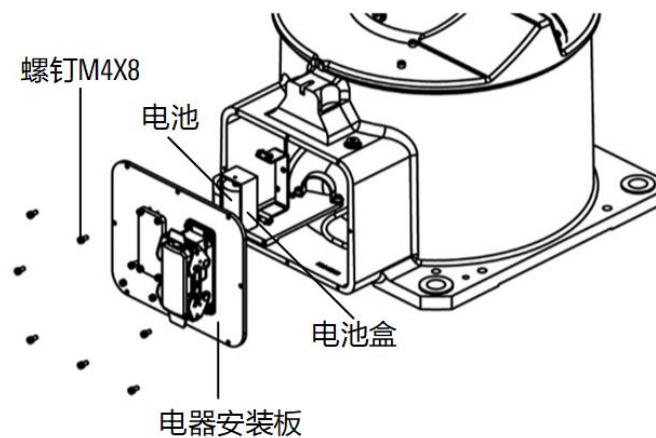
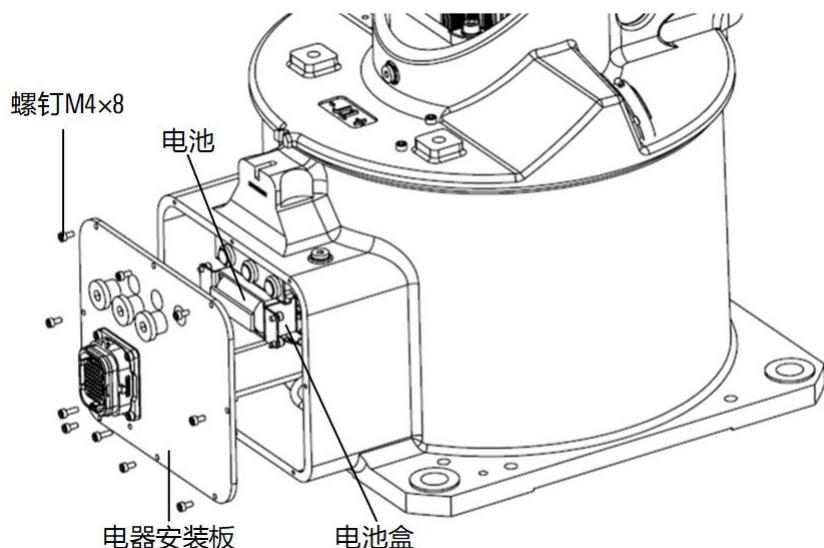

图 12-6 大重载拆卸操作机电器安装面板
图 12-7 小重载拆卸操作机电器安装面板
- 步骤3. 拆卸操作机电器安装板，拆卸电池盒，如图 12-6 和图 12-7 所示。